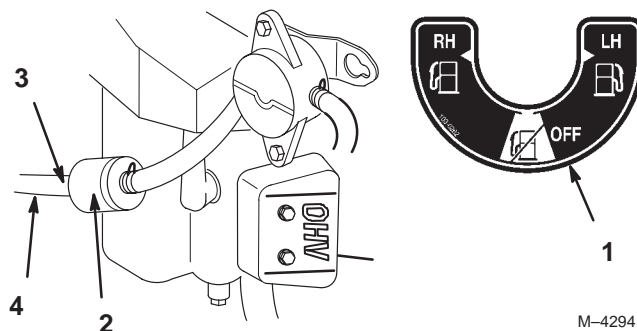

Figure 41
5. Posez un filtre neuf et rapprochez les colliers de fixation du filtre (Fig. 41).
2. Fermez le robinet d'arrivée de carburant (Fig. 41).
3. Desserrez le collier de serrage au niveau du filtre à carburant et repoussez-le le long de la conduite d'alimentation pour l'éloigner du filtre (Fig. 41).
4. Débranchez la conduite d'alimentation du filtre (Fig. 41).
5. Ouvrez le robinet d'arrivée de carburant des réservoirs gauche et droit, et laissez le carburant s'écouler dans un bidon ou un bac de vidange (Fig. 41).
6. Raccordez la conduite d'alimentation au filtre. Rapprochez le collier de serrage du filtre pour fixer la conduite d'alimentation (Fig. 41).